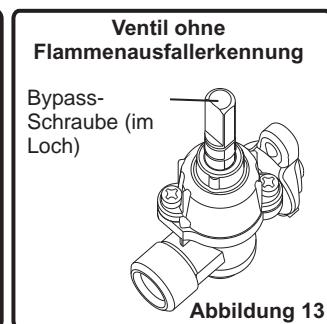

Abbildung 13
Die Flammenhöhe in der Minimalposition wird mit einer flachen Schraube am Ventil eingestellt. Bei Ventilen mit Flammenausfallerkennung befindet sich die Schraube an der Seite der Ventilspindel (Abbildung 11-12). Bei Ventilen ohne Flammenausfallerkennung befindet sich die Schraube in der Ventilspindel (Abbildung 13). Zur einfacheren Einstellung der minimalen Flammenhöhe sollten Sie während der Anpassung das Bedienfeld (sowie den Mikroschalter, sofern vorhanden) entfernen.
- Heben Sie die Geschirrhalter, Kappen und Köpfe der Brenner an (Abbildung 13).